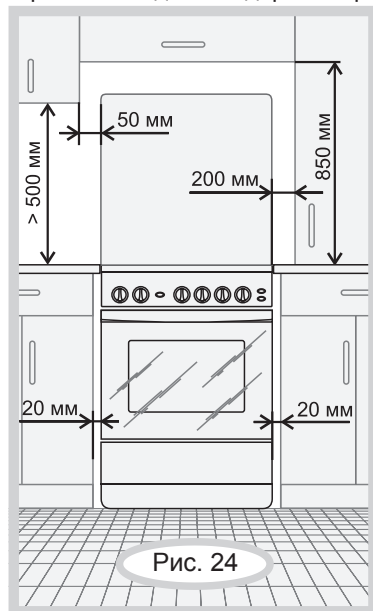

Рис. 24
- **ЗАПРЕЩАЕТСЯ** РАСПАКОВАННУЮ ПЛИТУ ПЕРЕНОСИТЬ ЗА РУЧКУ ДВЕРЦЫ. ПЛИТА УСТАНОВЛИВАЕТСЯ НА ПОЛ. УСТАНОВКА ПЛИТЫ НА ПОДСТАВКУ НЕ ДОПУСКАЕТСЯ. Минимальные расстояния, которые необходимо выдержать при установке плиты, показаны на рис.24.